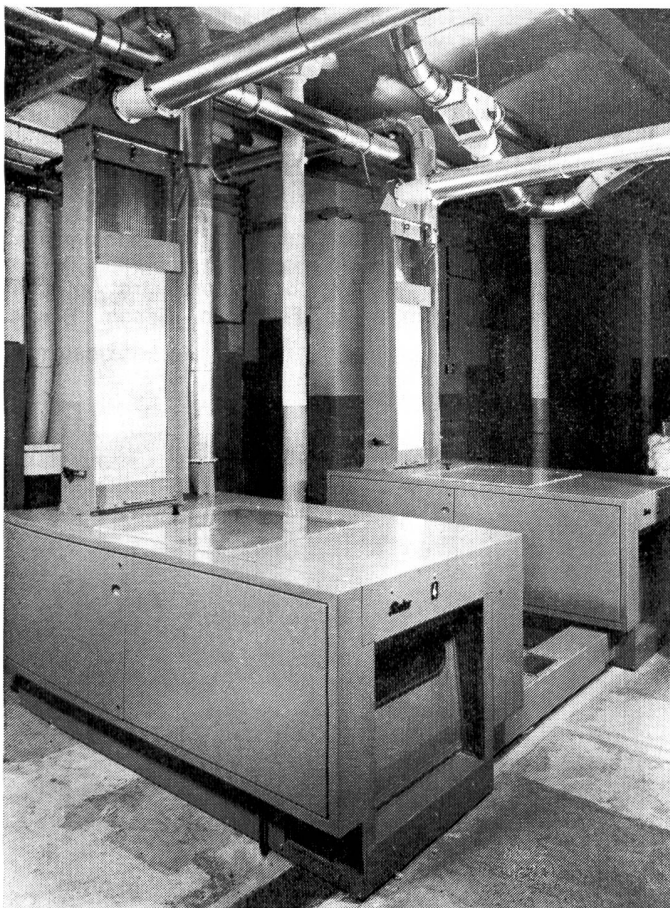

Abbildung 1 Contimeter, Rieter
*Mischen* — Auch hier werden von den meisten Herstellern Mischmaschinen angeboten. Eine der interessantesten Entwicklungen zum Mischen von unterschiedlichen Faserkomponenten ist dabei das «Contimeter» von Rieter (Abbildung 1). Das Contimeter ist das Kernstück eines neuartigen, elektronisch gesteuerten Mehrkomponentenmischverfahrens in der Putzerei. Die Dosierung der Anteile erfolgt kontinuierlich. Das Herzstück ist eine Waage,